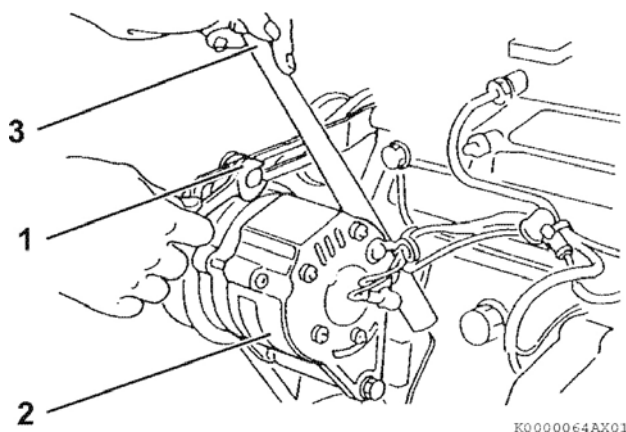

Рисунок 40
- В случае необходимости, отрегулируйте натяжение клинообразного ремня. Ослабьте регулировочный болт, болты и/или гайки крепления (рисунок 40 (1)) и другие связанные болты и/или гайки, затем переместить генератор (рисунок 40 (2)) монтировкой (рисунок 40 (3)) и повернуть его относительно оси крепления в положение, при котором установится требуемое натяжение ремня. После это затянуть регулировочные болты и/или гайки крепления.